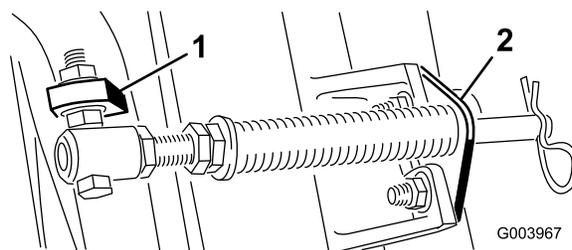
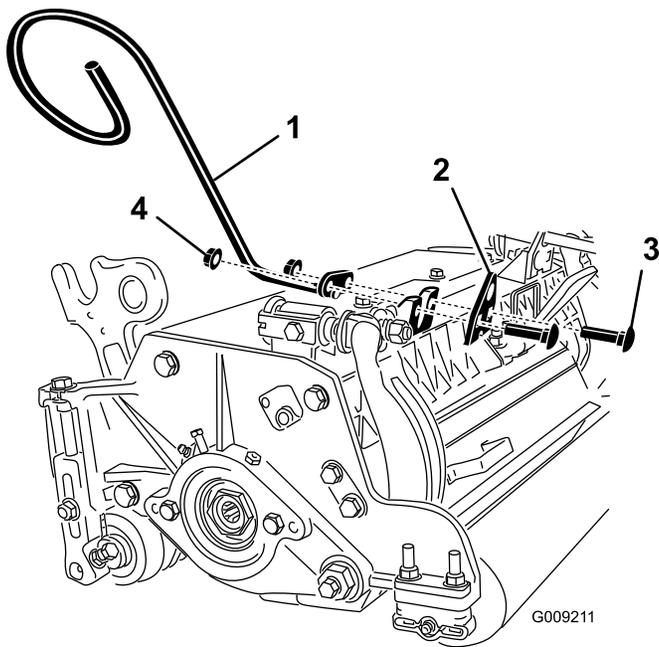

Figura 6
Figura 8
- C. Monte o parafuso no tubo da mola no separador oposto na estrutura de suporte e prenda com a porca flangeada. A cabeça do parafuso deve ser colocada no lado de fora do separador conforme ilustrado em Figura 6.
- D. Monte o suporte da barra nos separadores da unidade de corte com os parafusos e porcas da carroçaria (Figura 6). Adicionalmente, na unidade de corte n.º 4 (frontal esquerda), monte o guia de tubos do lado esquerdo na frente dos separadores da unidade de corte ao reinstalar o suporte da barra (Figura 8).